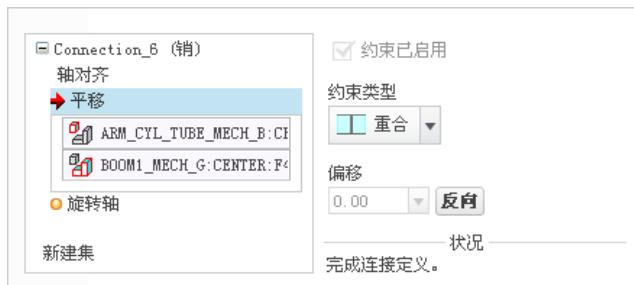

图 3.18.47 “放置”界面
(3) 定义“平移”约束。选取 BOOM_HYD (斗杆液压组件) 中元件 ARM_CYL_TUBE_MECH_B (斗杆油缸) 的基准平面 CENTER 和 boom1_mech_g (动臂) 中的基准平面 CENTER 为“平移”约束参考, 此时 **放置** 界面如图 3.18.47 所示。